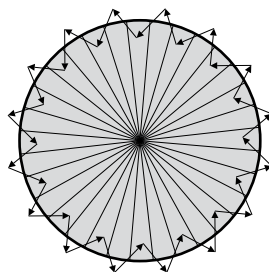

Bild 19
4. Gå från utsidan genom detektionsmönstret tills den röda lysdioden och belastningen slås på i ca. 2 sek, stäng sedan av, triggas sedan igång med 2 sek intervall (se bild 19).